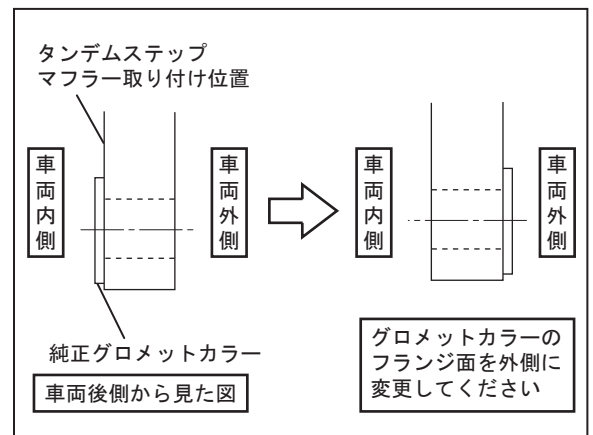

FIG. 5
7. タンデムステップのマフラー取付位置にあるグロメットカラーを一度外し、フランジ面の向きを外側にして再度取り付けて下さい。(FIG. 5 参照)